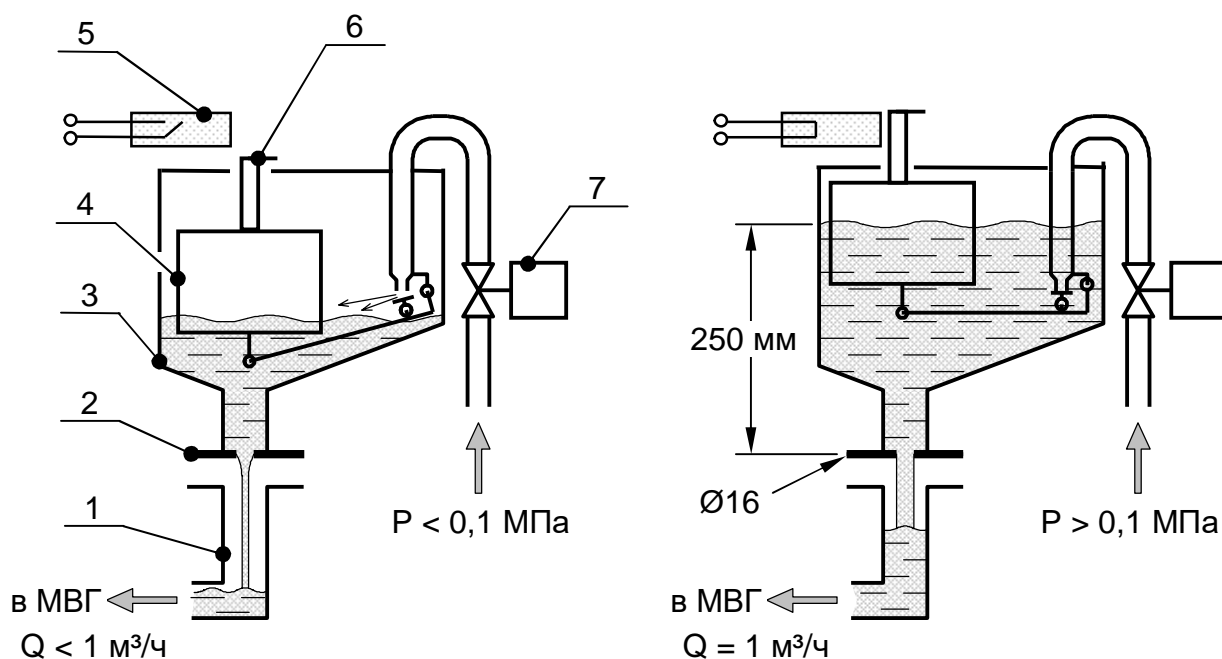

Рис.3. Схема поплавкового дозатора.
3.4. Поплавковый дозатор (рис.3) обеспечивает неизменный расход воды, истекающей из камеры 3 через дросселирующую шайбу 2 при фиксированной высоте уровня воды в камере 3. Уровень воды поддерживается регулированием ее поступления в камеру 3 поплавковым механизмом 4. Подача воды в дозатор осуществляется через кран с электроприводом 7. Вода из камеры 3 через дросселирующую шайбу 2 поступает в приемную воронку 1, сообщающуюся с атмосферой (разорванная струя) и далее - в МВГ. Тем самым исключается влияние на дозатор разрежения в МВГ. Поплавок поплавкового механизма 4 содержит флажок 6. При достижении водой необходимого уровня в камере 3, поплавок вместе с флажком 6 всплывает, что приводит к срабатыванию индуктивного датчика (датчик наличия воды) 5. Таким образом, формируется сигнал о выходе дозатора воды на заданный режим расхода. Также дозатор содержит демпфирующий механизм, препятствующий раскачке поплавка.